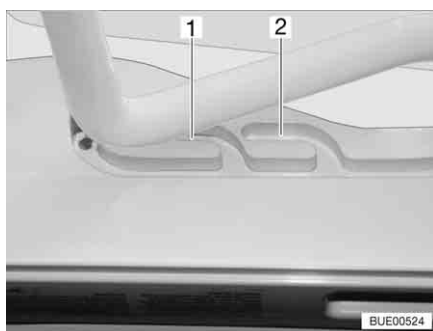
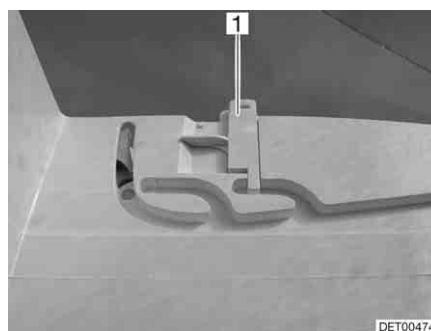

Fig. 106 Lanterneau Heki en position de ventilation
Fig. 107 Verrouillage position de ventilation
Il est possible d'amener le lanterneau Heki en deux positions de ventilation : Position pour mauvais temps (Fig. 106,1) et position intermédiaire (Fig. 106,2). Suivant le modèle, il est possible de verrouiller le lanterneau en position intermédiaire avec le verrou (Fig. 107,1).
- Pousser légèrement l'étrier vers le haut, le pousser dans la glissière choisie (Fig. 106,1 ou 2) et le verrouiller si nécessaire.